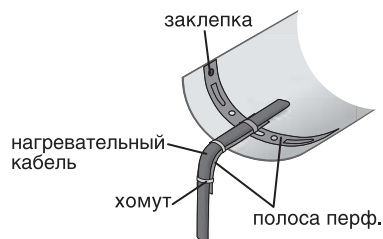

Рисунок 5.
- При опуске нагревательной секции использовать полосу перфорированную, согнутую по радиусу и закрепленную в «замок» с полосой в лотке. Секцию к полосе крепить при помощи изоленты или пластиковых хомутов (Рис. 5)